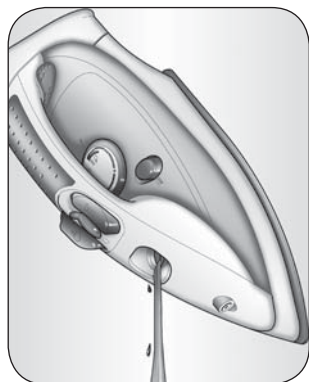

Fig. 6
- 1 Posizionare la manopola di regolazione della temperatura (J) su "min".
- 4 Svuotare il serbatoio: aprire lo sportellino (B) di riempimento acqua, capovolgere il ferro da stiro e lasciare fuoriuscire l'acqua (Fig. 6).